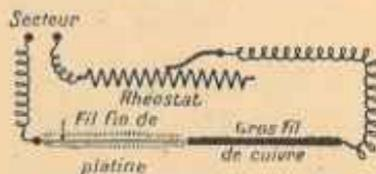

FIG. 16. — La résistance électrique.
Bornons-nous à ce cas particulier et considérons, pour simplifier, plusieurs fils de section et de nature différentes : nous branchons sur le secteur et « en série » (2) un gros fil de cuivre et un fil fin de platine (fig. 16) ; le platine pourra être porté au rouge, sans que le cuivre chauffe sensiblement. Si le fil de cuivre a un diamètre de 2 millimètres et le fil de platine d'un dixième de millimètre, le débit de chaleur est 2 500 fois plus grand dans le platine que dans le cuivre :
(1) Au contraire, les phénomènes sont plus compliqués quand il s'agit des couples thermoélectriques, des piles, des accumulateurs et des récepteurs électrochimiques des deux circuits (primaire et secondaire) d'un transformateur, des inducts (rotatifs) qui constituent la partie mobile des dynamos et des moteurs.
(2) A la suite l'un de l'autre. Le rhéostat (§ 77) sert à régler l'intensité du courant.